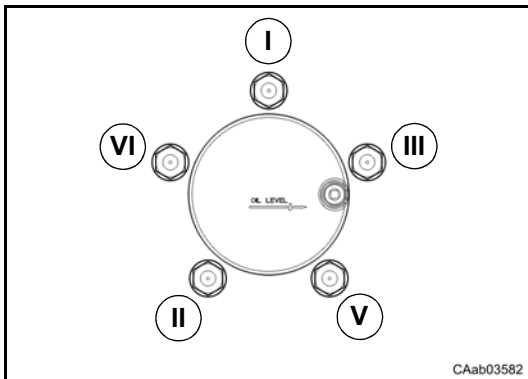

Fig. 17
- Serrare con percorso incrociato (Fig. 17, 18 e 19) i dadi ruota al **50%** della coppia di serraggio prevista con avvitatore o a mano con chiave a bussola.
- Con una chiave dinamometrica serrare i dadi ruota alla coppia di serraggio prevista (vedi manuale del veicolo) con percorso incrociato (Fig. 17, 18 e 19).
- Tighten to cross path (Fig. 17, 18 and 19) the wheel nuts to **50%** of the requested torque with a screwdriver or by hand with a socket wrench.
- Using a torque wrench tighten the wheel nuts (see vehicle service manual) to the requested torque with cross path (Fig. 17, 18 and 19).